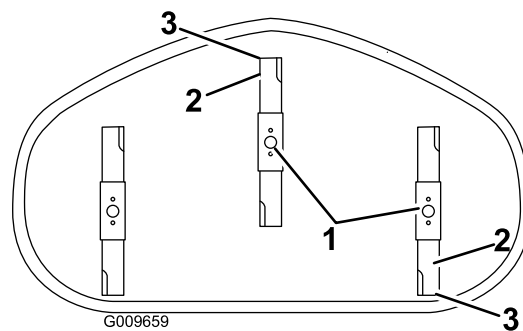

Figura 57
4. Gire cuidadosamente las cuchillas colocándolas en el sentido de avance de la máquina (Figura 57).
5. Mida entre la punta de la cuchilla delantera y la superficie plana y entre la punta de la cuchilla trasera y la superficie plana (Figura 57).
ajustando la tuerca hasta que la punta de la cuchilla delantera esté entre 1.6 y 7.9 mm (1/16" a 5/16") más baja que la punta de la cuchilla trasera (Figura 57).